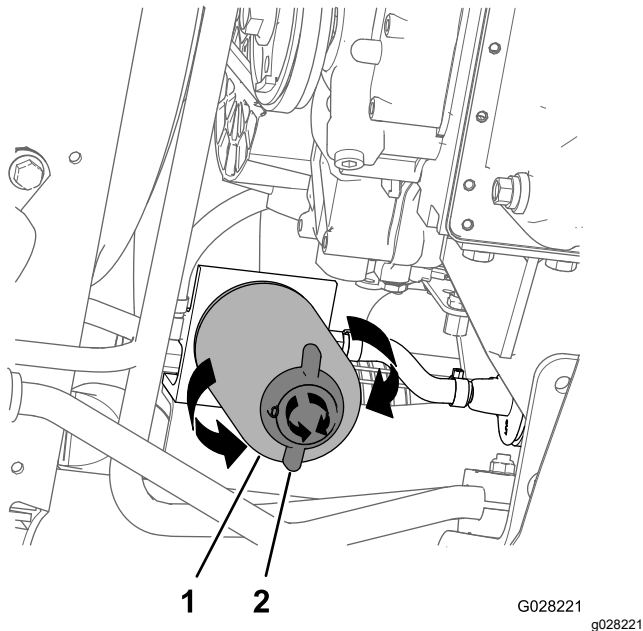

图 81
4. 在燃油滤清器下面放置一个放油盘请参阅 更换水分离器 \(页码 54\)中的 图 81。
2. 在水分离过滤器下面放置一个排油盘 图 81。
3. 逆时针旋转水分离过滤器底部的排水阀 图 81。
4. 清洁水分离过滤器和滤清器安装座周围的区域 图 81。
5. 拆下水分离过滤器 图 81。
9. 确保水分离过滤器底部的排水阀按照顺时针方向旋转牢牢拧紧 图 81。